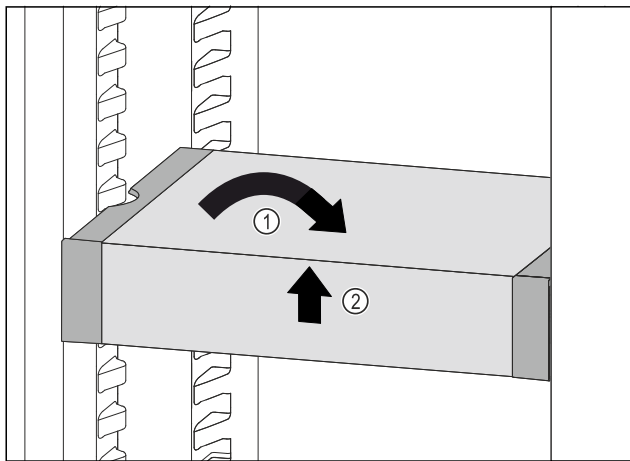

Fig. 165
- Vendosni drejt VarioSafe. Fig. 165 (1)
- Ngrini lart VarioSafe në pjesën përpara. Fig. 165 (2)